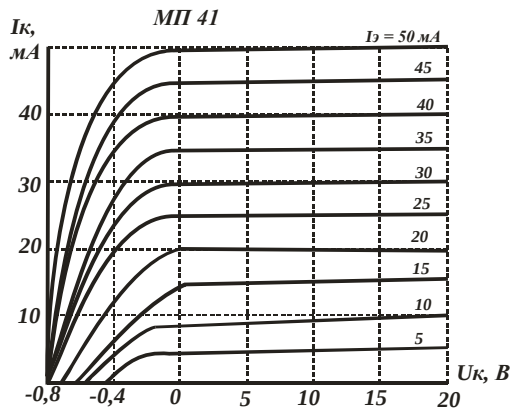

Рис. 4. 6
4.38. Для транзистора МП41 в схеме с общей базой, семейство выходных характеристик которого приведено на рис. 4. 6, определить в рабочей точке А ток эмиттера $I_э$, ток коллектора $I_к$ и напряжение на коллекторе $U_к$, если мощность потерь на коллекторе $P_к = 150$ мВт, а сопротивление постоянному току $R_0 = 402$ Ом.
4.39. Используя семейство выходных характеристик транзистора МП41 в схеме с общей базой (рис. 4. 6), определить мощность рассеиваемую на коллекторе, при напряжении $U_э = 5$ В и токе эмиттера $I_э = 30$ мА.